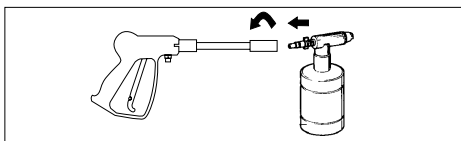

Figure 11 – Fixer l'applicateur de détergent au pistolet
4. Fixer l'applicateur de détergent au pistolet. (Voir Figure 11.)